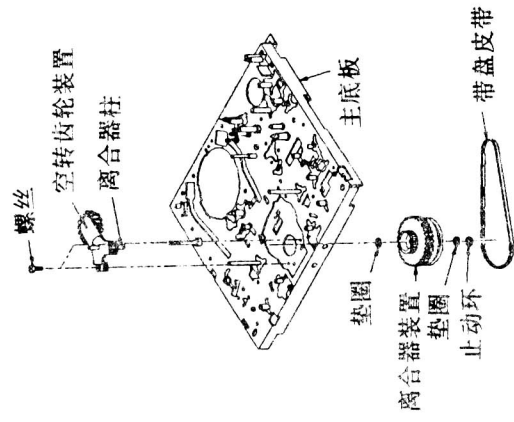
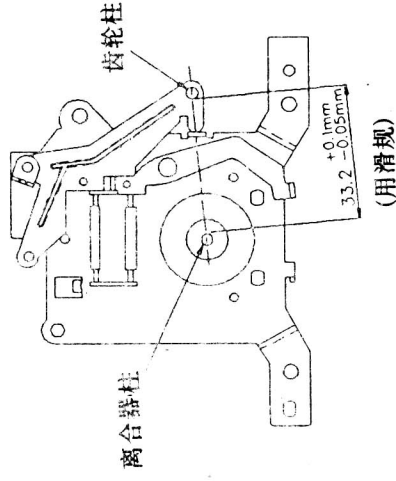
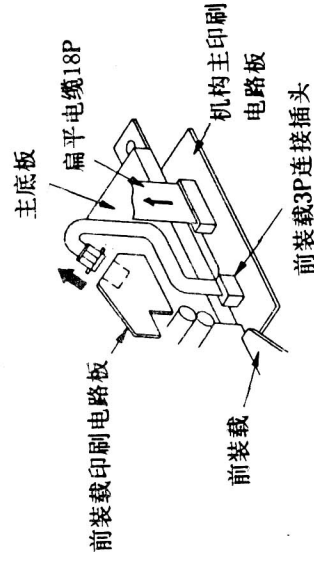

图51
图52
图53
②按照第13项所述方法拆下离合器；
③按照第12项所述方法拆下直接传动齿轮装置；
④将录像机放置到正常位置；
⑤如图51所示，旋下2个螺丝；
⑥更换新的惰轮齿轮装置，安装步骤与拆卸时相反；
⑦安装惰轮齿轮时，将其轴间隙(离合器柱和齿轮柱之间)设定为 $3.2 \pm 0.05 \text{ mm}$ (注意安装皮带时，不要将皮带扭曲)，如图52所示；
⑧安装完毕后，须进行带盘转矩的检查和调整。
- (15)机构继电器电路板的拆装
步骤：①按图53中箭头所示方向，从机构主电路上拔出并拔掉扁平电缆FFC18P插头，然后按图53中箭头所示方向，从F/L电路上拔出并拔掉FL3P连接插头；